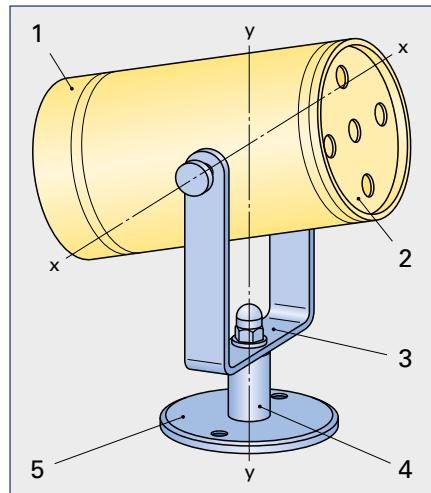

Bild 1
Kundenauftrag: Es soll ein Stahlgehäuse mit Fuß für eine Lampe gefertigt werden (**Bild 1**). Der zylindrische Lampenkörper Pos. 1 soll um die Achsen x-x und y-y verstellbar und in einer gewünschten Position fixiert werden können. Der Lampenkörper soll mit einer Dreimalenbiegemaschine gerundet und durch Punktschweißen verbunden werden. Als Blechversteifung dienen Sicken, wobei an einer Seite ein Deckel Pos. 2 für die Aufnahme der Lampenfassung eingeschweißt werden muss. Die Verstellung um die x-x-Achse soll durch Blindnietmuttern im Lampenkörper und die Rändelschrauben durch den Bügel Pos. 3 erfolgen. Die Verstellung um die y-y-Achse soll über den Bügel und den Lampenfuß mithilfe einer Sechs-kant-Hutmutter bewerkstelligt werden. Der Lampenfuß Pos. 4 soll aus einem Rundprofil mit einem M8-Außengewinde und einer angeschweißten Ronde Pos. 5 bestehen.
- Der Lampenkörper Pos. 1 und der Deckel Pos. 2 sollen aus einem Blech DIN EN 10131 – 0,8 Stahl EN 10130 DC04 Am hergestellt werden (**Bild 1**).